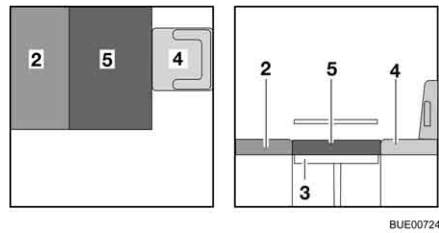

Bild 117 Nach dem Umbau
- Das Zusatzpolster (Bild 117,5) auf den Tisch legen.
- Den Fahrsitz (Bild 117,4) gegebenenfalls wieder nach hinten schieben.